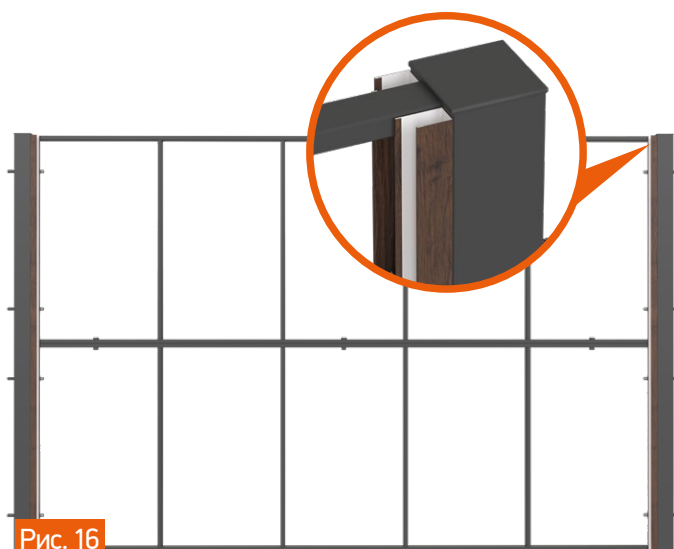

Рис. 16
3. Зафиксируйте секции на болты М10 при помощи гаек, через шайбу. Рис. 16.
При помощи саморезов ПШС 4.2x16 установите вертикальный П-образный профиль с каждой стороны секции. На 2-х метровый профиль потребуется пять саморезов. Рис. 16. При необходимости, можно заказать у производителя вертикальный П-образный профиль большей длины.